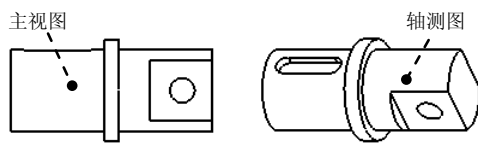

图 3.8.40 轴测图
Step3. 在系统 **选取绘制视图的中心点。** 的提示下, 在图形区的主视图的右侧单击, 此时绘图区出现系统默认的零件模型的斜轴测图, 如图 3.8.40 所示, 并弹出“绘图视图”对话框。